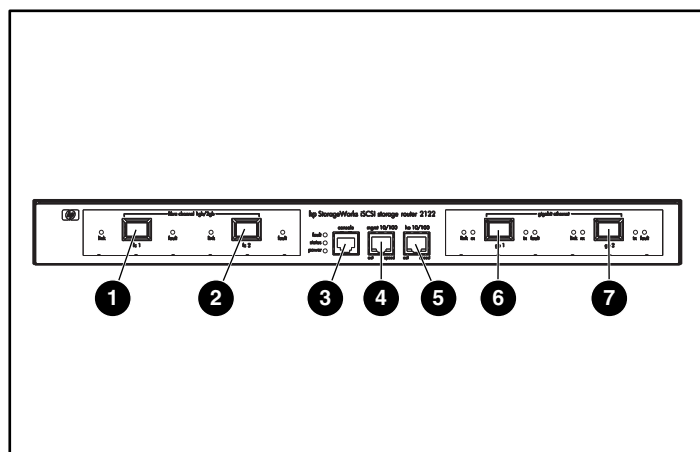

Figure 3 : Ports du routeur de stockage
Le routeur de stockage possède deux ports 1 Gigabit Ethernet, un port de console, un port de supervision Ethernet 10/100, un port Ethernet à haute disponibilité (HA) 10/100 et deux ports 1 Gigabit/2 Gigabit Fibre Channel (reportez-vous à la Figure 3).
Les ports Gigabit Ethernet sont étiquetés GE 1 et GE 2 (reportez-vous à la Figure 3). Chaque port propose une interface 1 Gigabit Ethernet pour la connexion des hôtes IP qui demandent un accès au stockage. Chaque port utilise un module enfichable à faible encombrement (SFP) pour la connexion physique. Reportez-vous à l'Annexe B, « Brochages de câble et port », pour les caractéristiques du module SFP. Chaque port Gigabit Ethernet possède des voyants indiquant son état, comme décrit dans la section « Voyants du panneau avant », page 5.
Le port de console est étiqueté CONSOLE. Reportez-vous à la Figure 3. Il s'agit d'une interface EIA/TIA-232 pour la connexion du port série d'un PC exécutant un logiciel d'émulation de terminal. Grâce au port de console, vous pouvez superviser le routeur de stockage avec l'interface de commande de ligne (CLI) du routeur de stockage. Le port de console utilise un connecteur à 8 broches RJ-45 et ne possède pas de voyant.
Le port de supervision Ethernet 10/100 est étiqueté MGMT 10/100 (reportez-vous à la Figure 3). Il s'agit d'une interface Ethernet 10BaseT/100BaseT pour la connexion à un réseau de supervision. Ce type de réseau permet de superviser le routeur de stockage à l'aide de l'interface CLI, de l'interface utilisateur graphique (IUG) basée sur le Web ou de SNMP. Le port de supervision Ethernet 10/100 utilise un connecteur à 8 broches RJ-45 et possède des voyants d'indication d'état, comme décrit dans la section « Voyants du panneau avant », page 5.
Le port Ethernet à haute disponibilité 10/100 (HA) est étiqueté HA 10/100 (reportez-vous à la Figure 3). Il s'agit d'une interface Ethernet 10BaseT/100BaseT pour la connexion à un réseau HA. Le port permet au routeur de stockage de fonctionner dans un cluster à plusieurs nœuds avec d'autres routeurs de stockage pour fournir un fonctionnement à tolérance de pannes. Le port Ethernet HA 10/100 utilise un connecteur à 8 broches RJ-45 et possède des voyants d'indication d'état, comme décrit dans la section « Voyants du panneau avant », page 5.
Les ports Fibre Channel sont étiquetés FC 1 et FC 2 (reportez-vous à la Figure 3). Chaque port fournit une interface Fibre Channel 1-Gigabit/2-Gigabit pour la connexion aux systèmes de stockage, aux commutateurs Fibre Channel, aux hôtes Fibre Channel ou aux autres produits réseau de stockage HP. Chaque port Fibre Channel peut être configuré selon les types de ports suivants : Port_G, Port_GL, Port_F, Port_FL ou Port_TL. Chaque port utilise un module enfichable à faible encombrement (SFP) pour la connexion physique. Reportez-vous à l'annexe B, « Brochages de câble et port », pour les caractéristiques du module SFP. Chaque port Fibre Channel possède des voyants d'indication d'état, comme décrit dans la section « Voyants du panneau avant », qui suit.